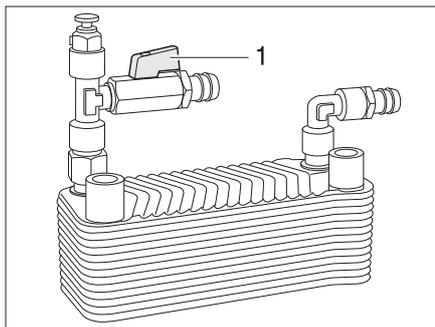

Fig. 212 Termocambiador Alde
- Poner en marcha:** ■ Colocar el tirador (Fig. 212,1) del grifo de cierre en paralelo a la tubería.
- Apagar:** ■ Colocar el tirador (Fig. 212,1) del grifo de cierre transversalmente a la tubería.